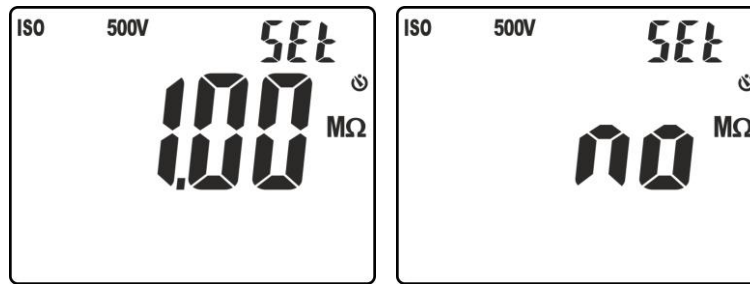

Fig. 16: Impostazione soglia limite nella misura di isolamento
5. Premere i tasti $\nabla/\text{☼}$ o $\blacktriangle/\text{ZERO}$ per selezionare il valore tra le opzioni: **0.10M Ω** , **0.230M Ω** , **0.50M Ω** , **1.00M Ω** , **100M Ω** , **no**. L'opzione "no" indica la non impostazione della soglia (vedere Fig. 16)
4. Premere e tenere premuto il tasto **VTEST/LIM** (>2s) per impostare la soglia limite minima sulla misura. Il simbolo "Set" lampeggia a display. Premere i tasti **▼/☼** o **▲/ZERO** per selezionare il valore tra le opzioni: **0.10MΩ, 0.230MΩ, 0.50MΩ, 1.00MΩ, 100MΩ, no**. L'opzione "no" indica la non impostazione della soglia (vedere Fig. 16)
4. Premere e tenere premuto il tasto **VTEST/LIM** (>2s) per impostare la soglia limite **minima** sulla misura. Il simbolo "Set" lampeggia a display. Premere i tasti **▼/☼** o **▲/ZERO** per selezionare il valore tra le opzioni: **0.10MΩ, 0.230MΩ, 0.50MΩ, 1.00MΩ, 100MΩ, no**. L'opzione "no" indica la non impostazione della soglia (vedere Fig. 16)